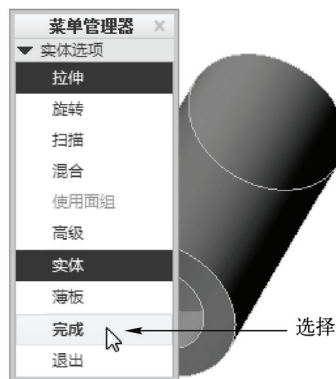

图 8-43 选择相应选项
STEP 02 在功能区选项板的“模型”选项卡中, 单击“高级”面板中的“槽”按钮, 弹出“实体选项”菜单管理器, 依次选择“拉伸”和“完成”选项, 如图 8-43 所示。